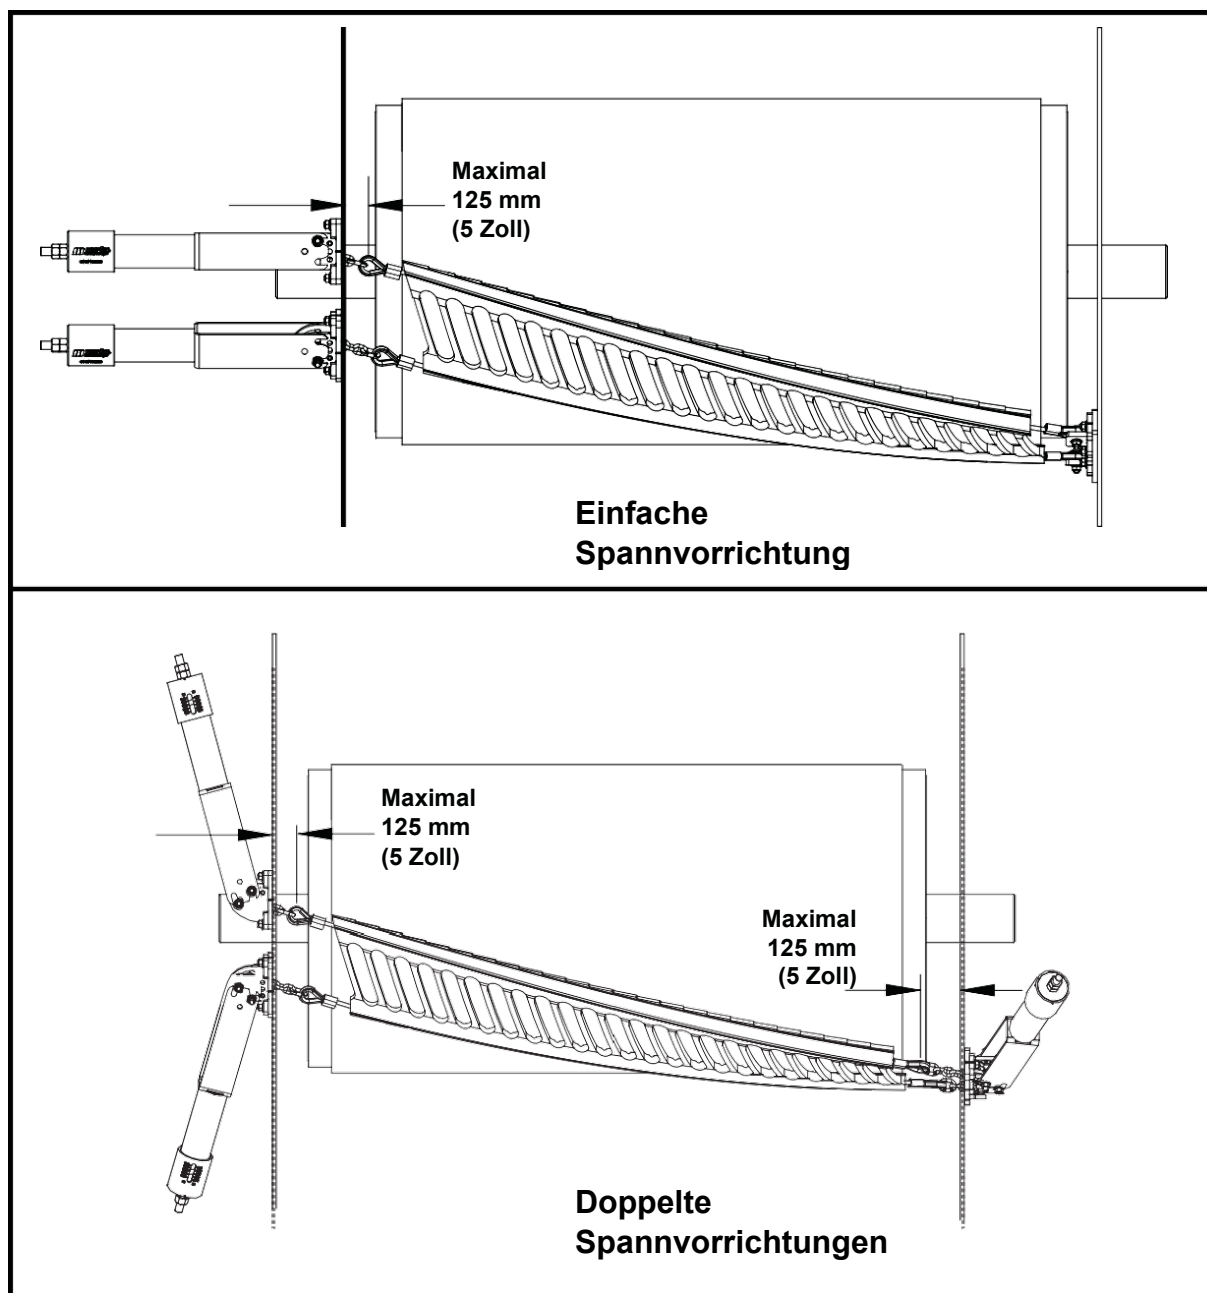

Abbildung 4: Montage bei großem Schurrenwandabstand
- Der Abstand zwischen dem Vorkopfabstreifer und der Schurrenwand sollte so gering wie möglich gewählt werden. Martin Engineering empfiehlt, einen Abstand von maximal 125 mm (5 Zoll) pro Seite einzuhalten (siehe Abbildung 4). Eine zu lange Kette oder ein zu langes Drahtseil kann Vibrationen verursachen, die den Fördergurt oder den Vorkopfabstreifer beschädigen können. Falls erforderlich, sehen Sie eine Stützwand vor, um die Spannvorrichtung in der richtigen Position abzustützen. Wenden Sie sich an Martin Engineering, um Unterstützung bei der Montage zu erhalten, wenn die Parameter außerhalb dieses Bereichs liegen.